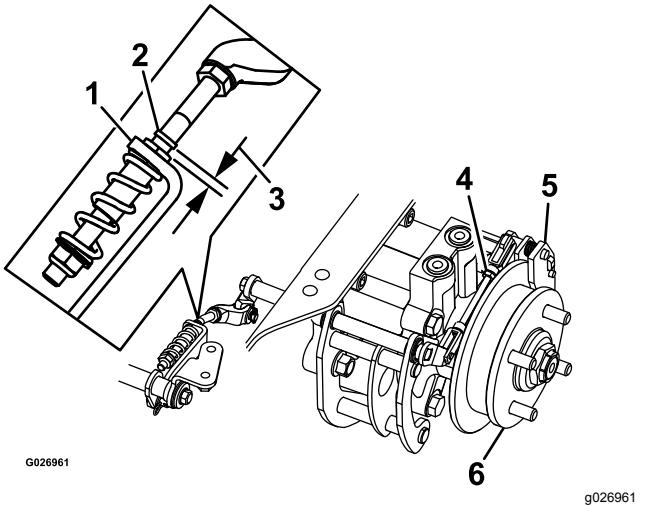

Figura 78
- Compruebe si hay un espacio visible entre la escuadra y el tope del acoplamiento (Figura 78).